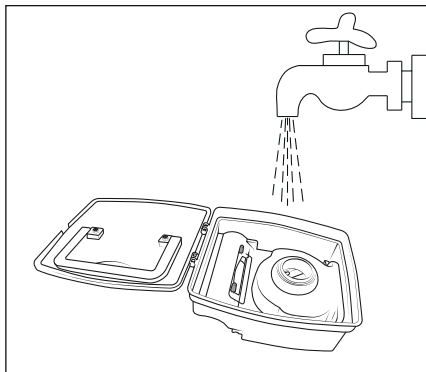

Fig. 10
- 5) Limpe o reservatório de pó **12** com água fria ou morna (ver fig. 10). Deixe o reservatório de pó **12** secar totalmente ao ar antes de o voltar a colocar no aparelho.